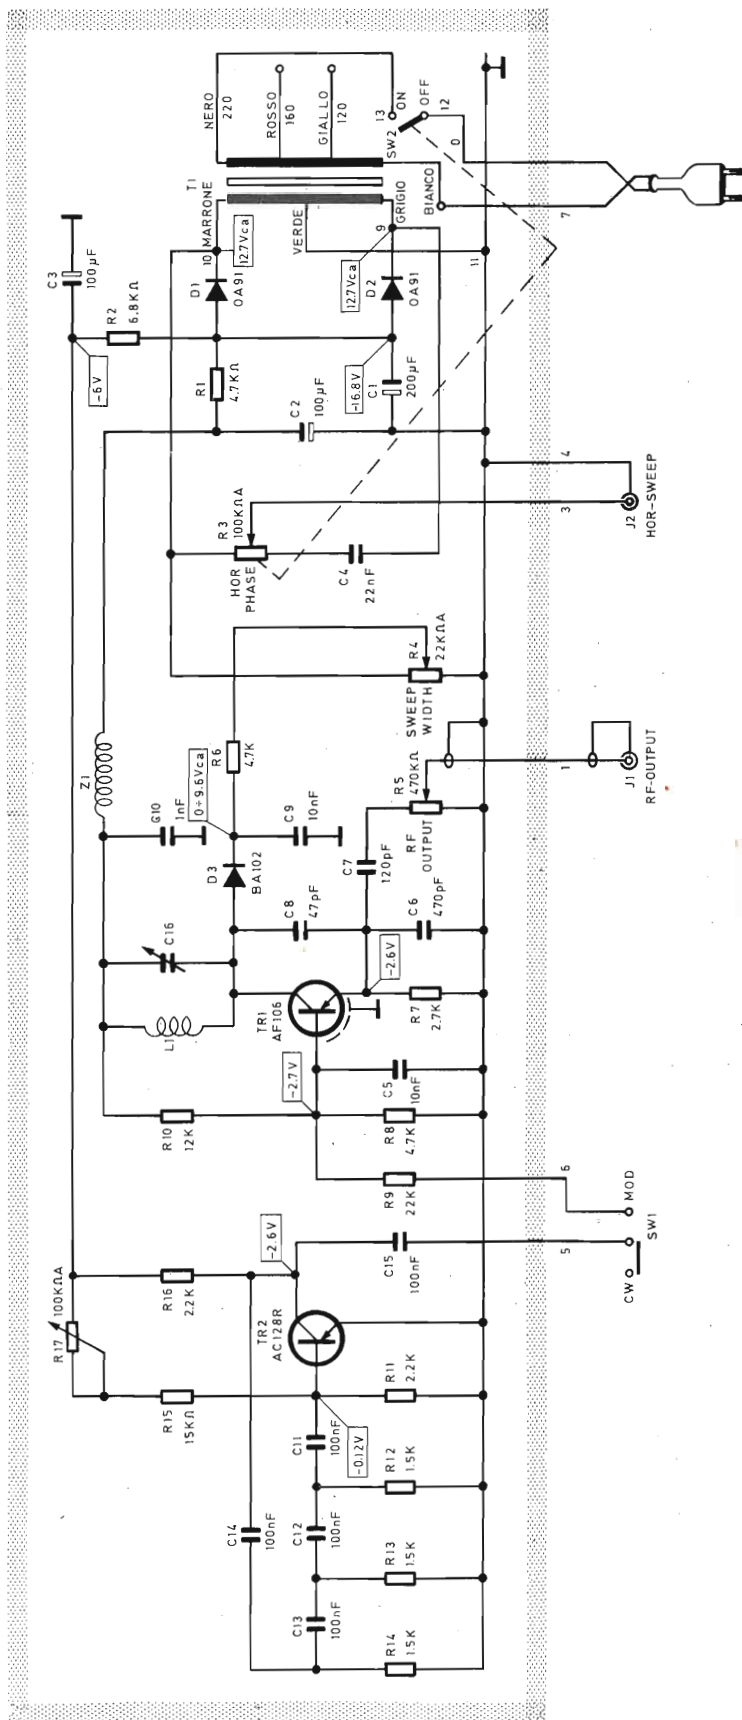

Fig. 1 - Schema elettrico.
Il circuito di questo generatore sweep, visibile in fig. 1, è completamente transistorizzato ed è composto da:
- Collegare il terminale nero — 220 Vc.a. — del primario di T1 al terminale 13 del potenziometro R3. Qualora la tensione di rete disponibile sia diversa collegare il terminale corrispondente identificabile nello schema elettrico, (fig. 1). Isolare i terminali che non vengono adoperati.